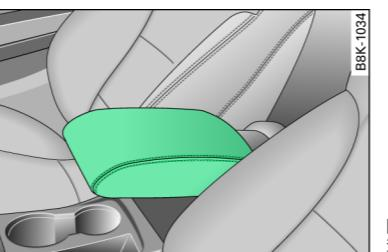

图 65 驾驶员座椅和副
- 为调整倾斜度，必须将靠手从基本位置出发逐级抬起 ⇒ 图 65。